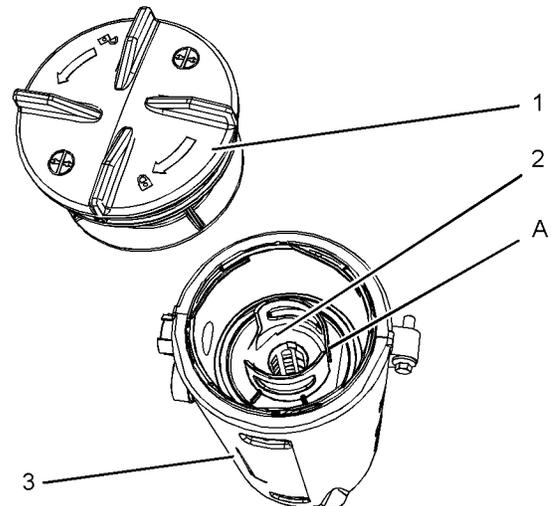

图 59
5. 将新滤清器滤芯安装到呼吸器体 (3) 内并调整滤清器滤芯以对准位置 (A)。参考图 59。将盖上的位置 (B) 对准滤清器滤芯上的位置 (A)。